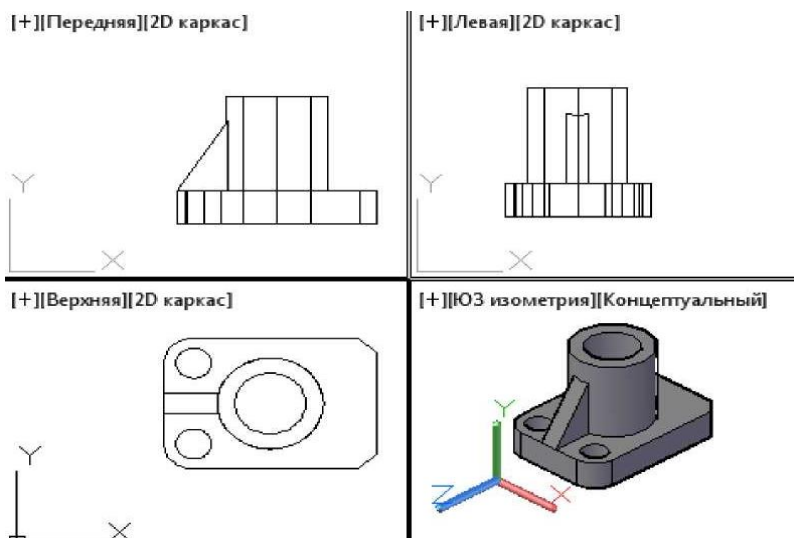

Рис. 35 – Пример оформления лабораторной работы
12. **Оформление лабораторной работы.** **Вид** → **3D орбита**, нажав левую клавишу мыши, динамически изменить положение вида трехмерного комбинированного тела. **Вид** → **Масштаб изображения** → **Предыдущий**. **Файл** → **Сохранить**. **Вид** → **Окна просмотра** → **Известные окна просмотра** → **New Viewports** → **Выбрать стандартные** → **Four: Equal**. На экране «Просмотр» распределить видовые экраны в соответствии со стандартным расположением видов на чертеже. В правом нижнем углу – **Ю. 3. изометрия (SW Isometric)**. Присвоить имя сформированной конфигурации окон, например, «виды». В дальнейшем вызывать данное расположение окон на экран следующим образом: **Вид** → **Окна просмотра** → **Известные окна просмотра** → **Именованные виды** (рисунок 35).